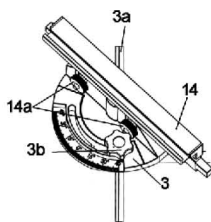

Fig.2
- > Monte la guía más corta (14) con la regla (3) colocando las dos tuercas (14a) en los orificios de la regla (Fig. 2).